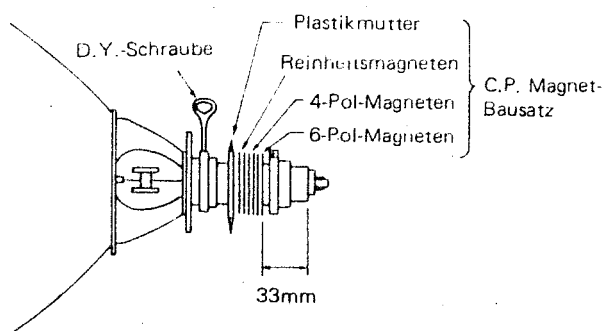

Abb. 15
- (1) Befestigen Sie die Ablenkeinheit auf den Hals der Bildröhre und schieben Sie sie in Richtung des Kegels.
- (2) Schrauben Sie den C.P.-Magnet-Bausatz am Hals der Bildröhre so fest, daß zwischen dem Ende des 6-Pol-Magneten und dem Bildröhrenfuß noch ein gewisser Abstand bestehen bleibt, wie in Abbildung 15 beschrieben.
- (3) Entmagnetisieren Sie Vorderseite und Seiten der Bildröhre mit einer Entmagnetisierungsspele.